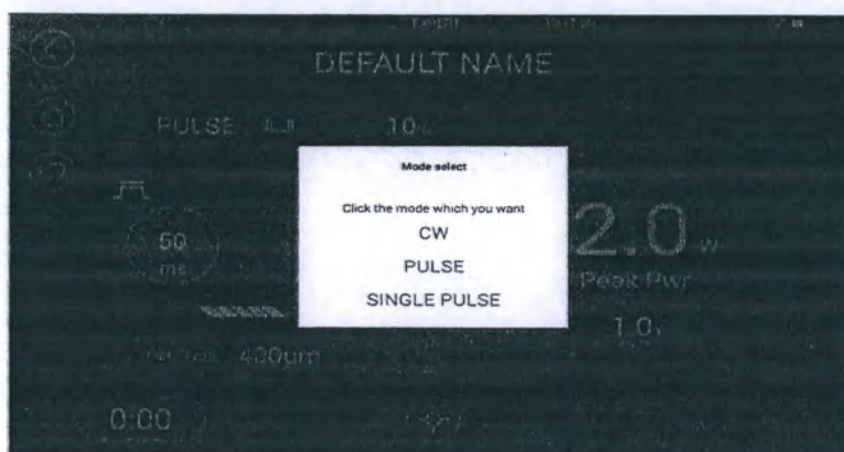

Рис.3.1. Выбор интерфейса режима лазера
- 3.1 Нажмите кнопку «Pulse» (Импульс), чтобы выбрать режим лазера: CW (непрерывная волна) /ИМПУЛЬС/ОДИНОЧНЫЙ ИМПУЛЬС (Рис. 3.1).